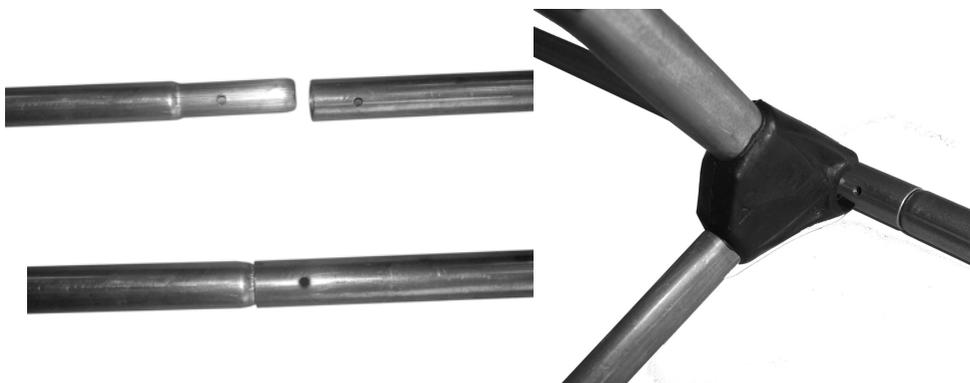

Рис.4. Соединение привальников и шпангоута.
5. Замковые привальники (4) вставьте в носовые привальники зауженной частью (рис. 4). Совместите отверстия носового привальника и замкового привальника (4). Защелкните соединение на кницу привальника, так чтобы штырь кницы вошел в отверстие на привальниках. Рис 4.